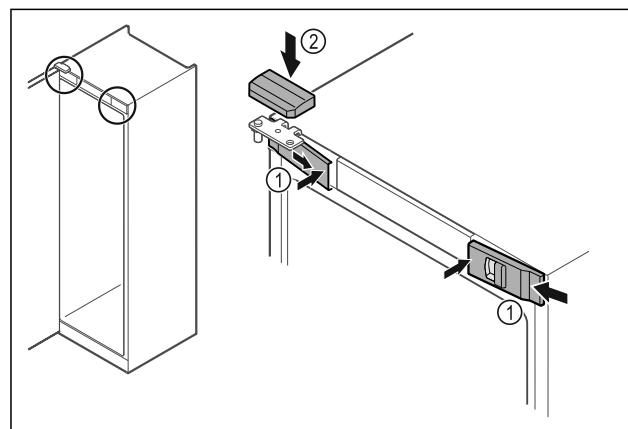

Fig. 53
- Obesite sprednje pokrove Fig. 53 (1) stransko in jih namestite v notranjosti, da se zaskočijo.
- Zgornji pokrov Fig. 53 (2) namestite z zgornje strani.